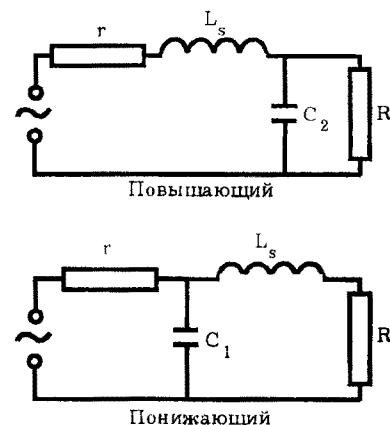

Рис. 7. Два возможных упрощенных эквивалента для ориентировочного расчета точки ВЧ перегиба — для повышающего или понижающего трансформаторов соответственно
Мы доберемся до поведения трансформатора на ВЧ позднее, а сейчас индуктивность рассеяния приводит к спаду в 3 дБ, когда общее индуктивное сопротивление равняется последовательной сумме r и R , а не параллельной. Первичная индуктивность уже не имеет никакого значения, так что мы убираем ее из схемы (рис. 7). С 2 кОм-ным источником индуктивность рассеяния будет производить спад на 3 дБ, когда ее индуктивное сопротивление составляет 10 кОм.
**** Из формулы, определяющей полюс интегрирующего звена (см. рис. 7) $f = \frac{1}{2\pi RC_1}$; При одинаковом в обоих случаях C_1 ,
Подобные решения можно использовать для задержки анодного напряжения, однако учтите, что в этом случае требуется реле с высоковольтными контактами (рис. 7, 8).